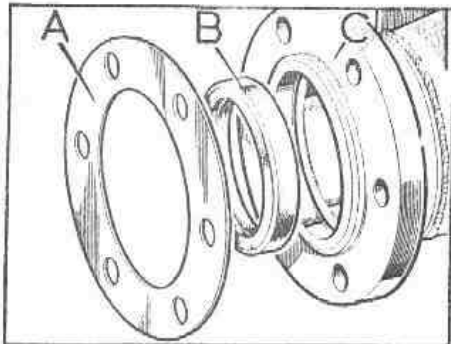

Fig. F-45 Retén de aceite y junta del cárter del eje
- 2.2. Revisar los retenes de aceite, B (Fig. F-45), de los extremos del eje e instalar otros nuevos si fuese necesario. En el caso de sustitución del cárter del eje, deben emplearse retenes nuevos.